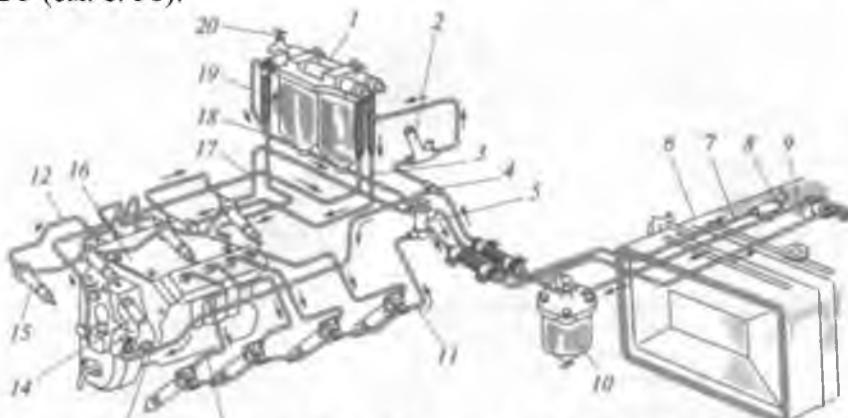
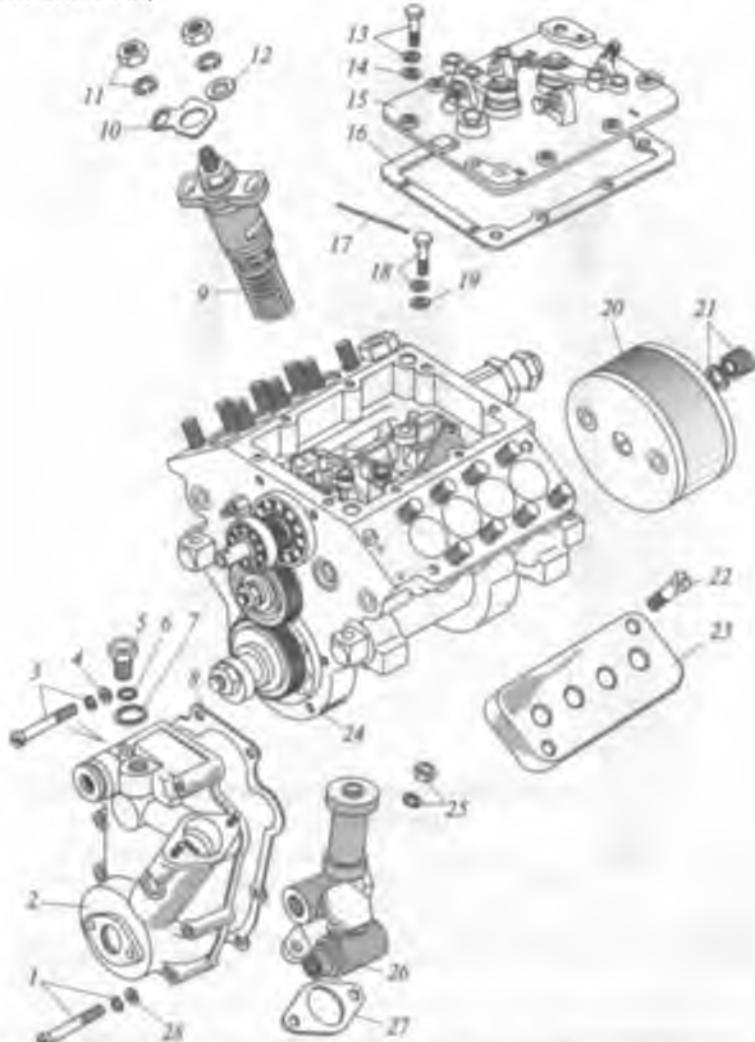

Рис. 1.18. Топливная система двигателя КамАЗ-740 (четырехтактного дизеля):
Рис. 1.19. Схема разборки топливного насоса высокого давления:
Иллюстративный материал — рис. 1.18—1.21, учебные плакаты системы питания двигателя КамАЗ-740.
1. Изучить схему питания двигателя КамАЗ-740 топливом, устройство и работу его агрегатов. Для изучения использовать схему топливной системы двигателя КамАЗ-740 на рис. 1.18 и схему ТНВД на рис. 1.19.